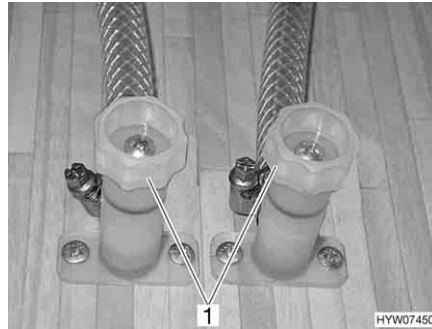

Bild 147 Ablasshähne Therme
- Die Ablasshähne an der Kappe (Bild 147,1) im Uhrzeigersinn zudrehen.
- Ablasshähne öffnen. Dazu an der Kappe (Bild 147,1) entgegen dem Uhrzeigersinn drehen.